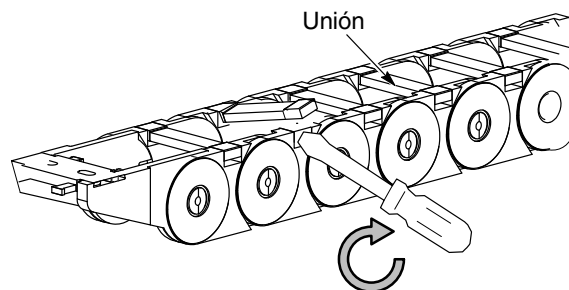

Figura 7 Liberación de la unión
2. En el otro extremo de la guía del cable (6), extraer los cables por la apertura (5).
3. Poner la cadena de cable (2) a lo largo de la guía de cable (6) y fijar la cadena (2) con los dos tornillos (3) y las arandelas (4) a la guía (6).
4. Para fijar los cables a lo largo de la cadena de cable (2), abrir las uniones de la cadena de cable tal y como se muestra a continuación:
- a. Ver la figura 7. Para soltar la unión de la cadena, colocar el extremo de un tornillo de cabeza plana en el espaciador debajo del extremo de la unión, y girar la cabeza del destornillador para liberar la unión.